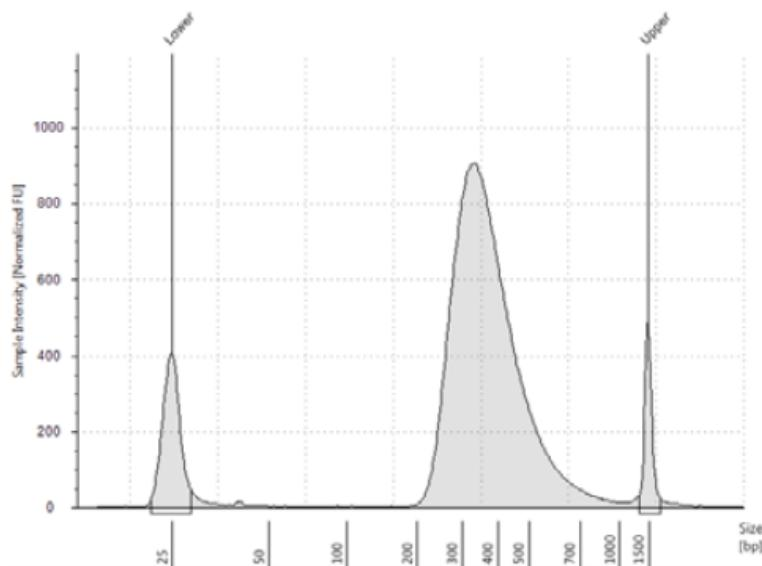
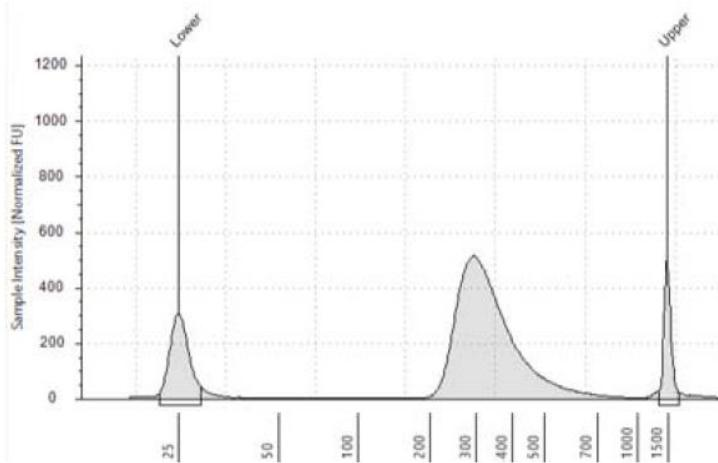
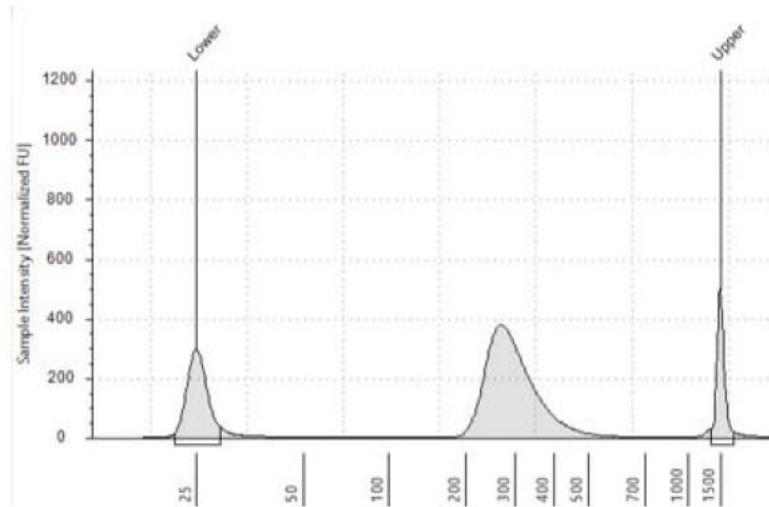

図 5 高品質な gDNA サンプルから調製したキャプチャ後のライブラリ (High Sensitivity D1000 ScreenTape アッセイ)
図 6 典型的な FFPE 由来 gDNA サンプルから調製したキャプチャ後のライブラリ (High Sensitivity D1000 ScreenTape アッセイ)
図 7 低品質な FFPE 由来 gDNA サンプルから調製したキャプチャ後のライブラリ (High Sensitivity D1000 ScreenTape アッセイ)
FFPE DNA	200 to 400 bp (see Figure 6 and Figure 7 for sample electropherograms)
3. 泳動終了後のエレクトロフェログラムで、想定されるサイズの DNA フラグメントが得られているか確認します（表 39 を参照してください）。TapeStation システムで得られた、 2×100 bp リード用に断片化した DNA から調製したライブラリの泳動例は図 5（高品質 DNA から調製したライブラリ）、図 6（中程度の品質の FFPE DNA から調製したライブラリ）、図 7（低品質の FFPE DNA から調製したライブラリ）に示されています。